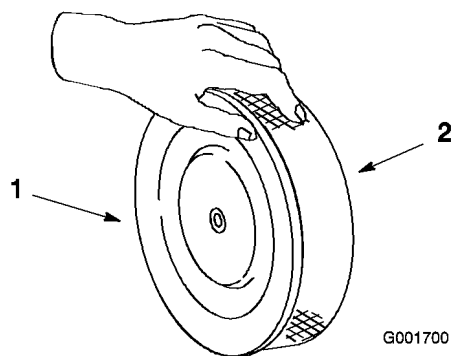

Figure 28
1. Tapotez doucement l'élément sur une surface plane pour faire tomber la poussière et la saleté (Figure 28).